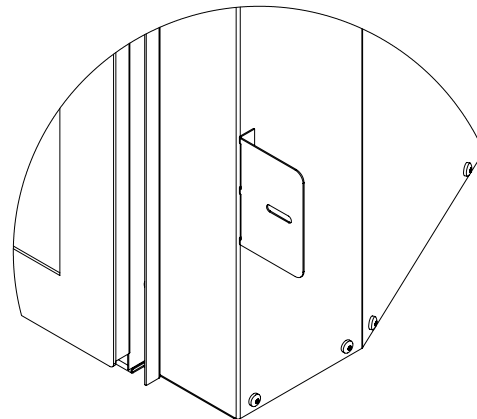

Figure 35: Bride de Clouage Assemblée
**Accessoire optionnel: faux plafond** - L'option d'encadrement désirée peut nécessiter un faux plafond pour capturer et évacuer la chaleur de l'espace (voir la figure 35).